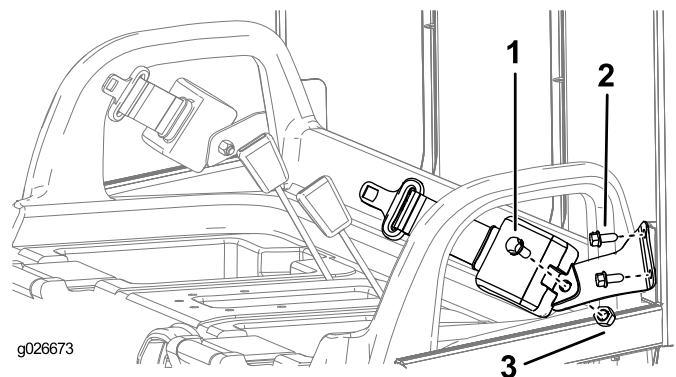

Figura 7
1. Monte um suporte do cinto de segurança em cada patilha ROPS com 2 parafusos (3/8 pol.) como se mostra na Figura 7.
3. Monte e extremidade retraível de cada conjunto de cinto de segurança em cada suporte de fixação de cinto de segurança com um parafuso (7/16 pol.) e uma porca (7/16 pol.) como se mostra na Figura 7.